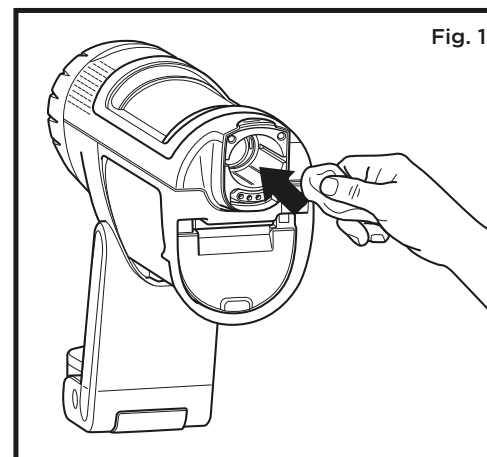
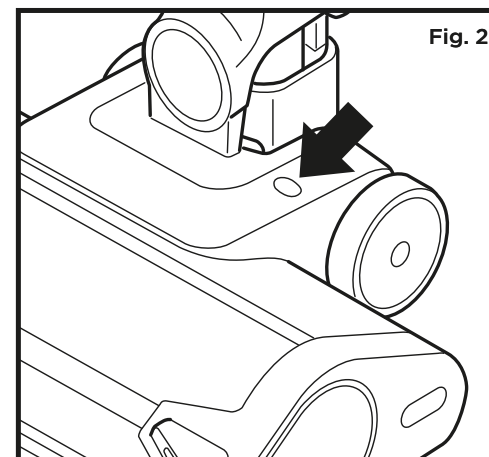
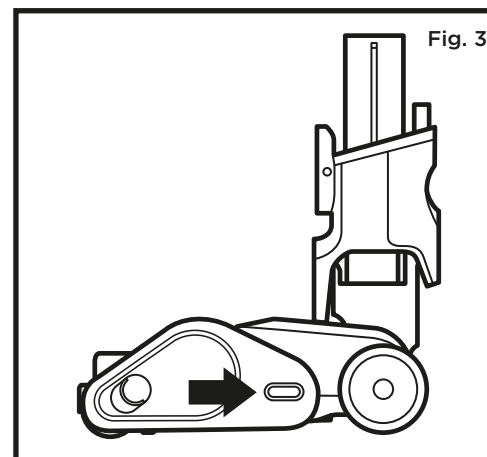

Fig. 1
Fig. 2
Fig. 3
2. Localiza el sensor Dirt Detect (fig. 1), el sensor Light Detect (fig. 2), el sensor Edge Detect (fig. 3) y el sensor Floor Detect (fig. 4).